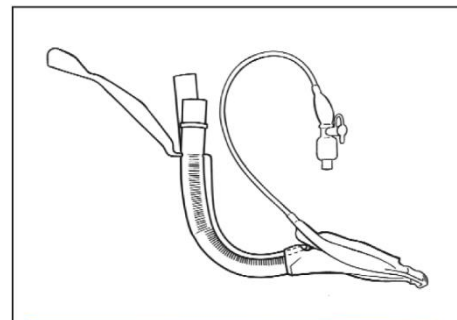

図3: LMA® ProSeal™ Introducer を装着した LMA® ProSeal™
- LMA® ProSeal™ Introducer の位置ストラップには、手動挿入の際に人差し指または親指を入れることもできます (図3)。